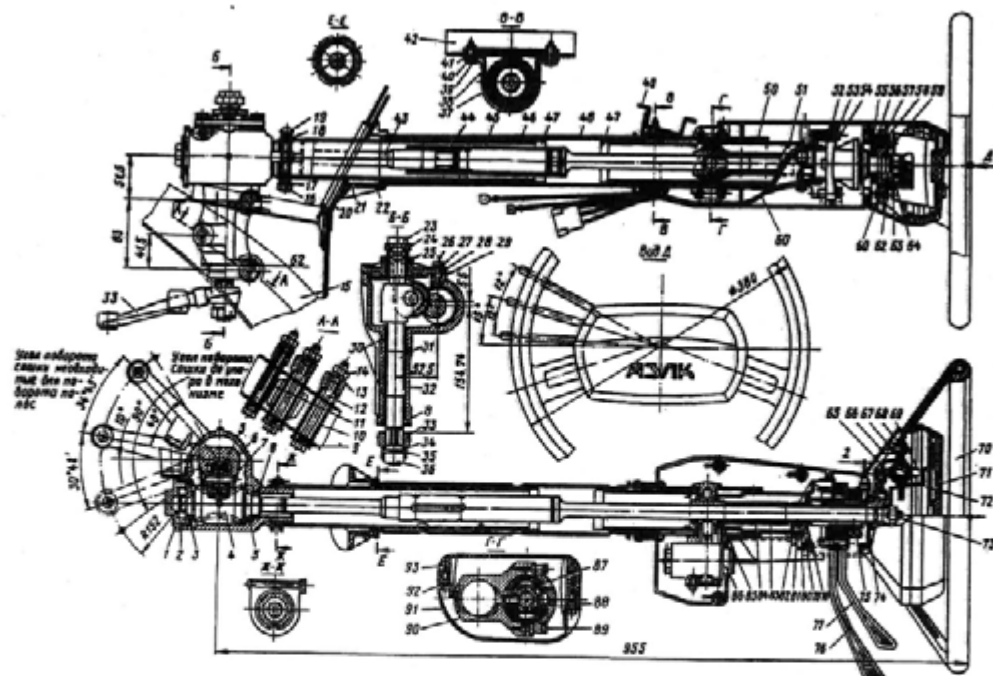
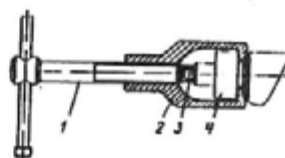

Рис. 209. Рулевое управление.
Рис. 210. Съемник рулевой сошки:
Картер 32 (рис. 209) рулевого механизма прикреплен к лонжерону 15 с помощью трех болтов 12. Рулевая колонка с помощью кронштейна 38 и прокладки 37 крепится двумя болтами 39 к опоре 42, приваренной к поперечине кузова.
3. Снимите рулевое колесо 52 (рис. 209) и кожухи 33, 38, вывернув предварительно винты 36 и 68.
6. Пользуясь съемником (рис. 210), снимите сошку 79 (рис. 209) рулевого механизма, предварительно отвернув гайку 82.
2. Отверните болты 25 (рис. 209) и, осторожно (во избежание повреждения картонной прокладки) приподнимая крышку, выньте вместе с крышкой вал 29 сошки рулевого механизма.
Это обеспечивается регулировкой бокового зазора в зацеплении червячной пары с помощью резьбовой втулки 23 (рис. 209). Не меняя положения резьбовой втулки, застопорите ее гайкой 24.